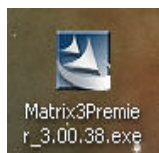

FIG. 3
3. Double-cliquez sur l'icône Matrix3Premier.exe (FIG. 3).